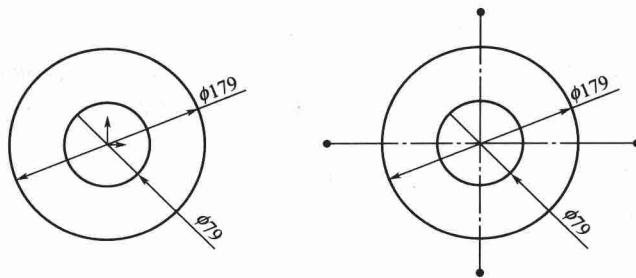

图 1-11 绘制圆和中心线
- 单击“草图”工具栏上的“圆”按钮，以原点为圆心绘制两个同心圆，直径分别为“179”和“79”，如图 1-11 所示。
- 单击“草图”工具栏上的“中心线”按钮，过原点分别绘制一条水平中心线和一条竖直中心线，如图 1-11 所示。